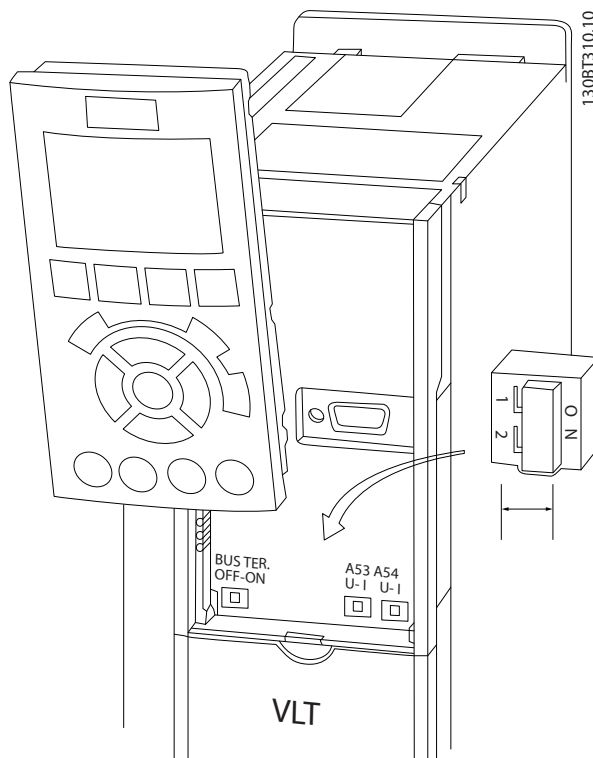

Bild 2.26 Placering av brytarna för plint 53 och 54
- Brytarna blir tillgängliga när LCP:n har tagits bort (se *Bild 2.26*). Observera att vissa tillvalskort som är tillgängliga för enheten kan sitta över brytarna och måste tas bort för att du ska kunna ändra inställningen för brytarna. Koppla alltid bort strömmen till enheten innan du tar bort tillvalskortet.